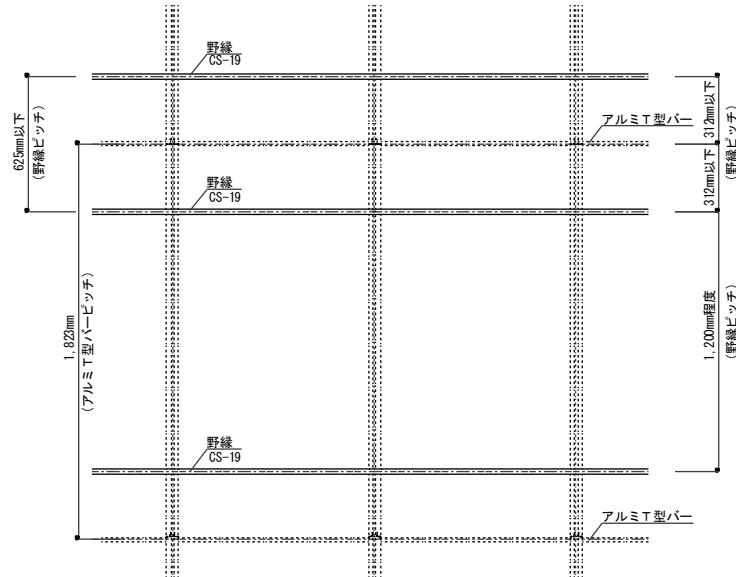

図2-4-2 野縁の配置
- ・野縁の配置は、1200mm程度かつアルミT型バーより312mm以下とすること。(図2-4-2参照)